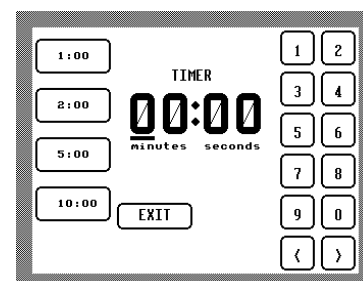

图 8 –
- 点击 **Timer** 查看当前的计时设置（图 8）。